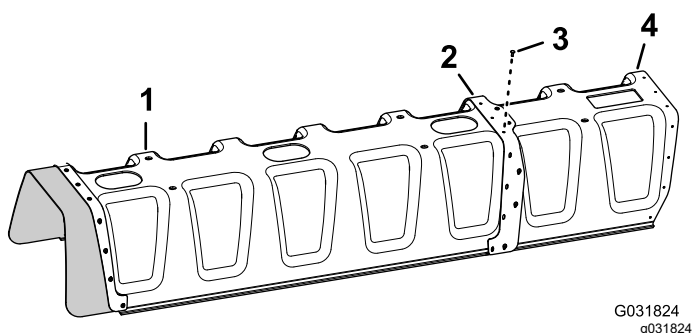

Figura 147
4. Sujete la extensión de la cubierta a la cubierta de sección de 11 boquillas (Figura 147) con 11 remaches ciegos (Pieza Toro N° 114439).